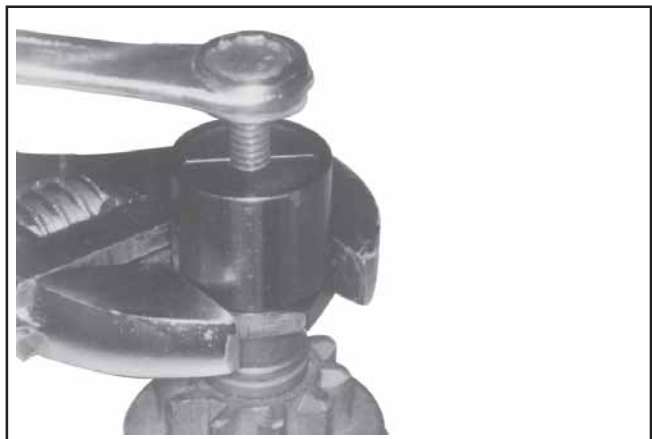

Figure 8-33. Maintien de l'outil et vissage de la vis centrale (sens des aiguilles d'une montre) pour retirer la bague de maintien.
5. Visser la vis centrale dans l'outil de dépose jusqu'à ce qu'une résistance se fasse sentir. Utiliser une clé (de 1 - 1/8" ou réglable) pour tenir la base de l'outil de dépose. Utiliser une autre clé ou douille (de 1/2" ou 13 mm) pour tourner la vis centrale dans le sens des aiguilles d'une montre (voir la Figure 8-33). La résistance contre la vis centrale indique à quel moment la bague de maintien quitte la gorge dans l'arbre de l'armature.